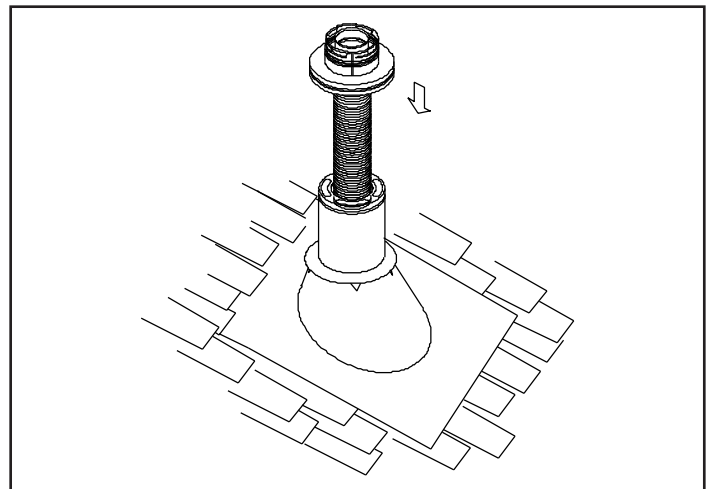

Figure 4.20
4. Placez le tuyau flexible au centre de la cheminée en l'introduisant depuis le haut et placez l'adaptateur supérieur au centre du conduit de cheminée. Percez quatre trous de 3 mm (1/8 po) dia diamètre dans l'adaptateur supérieur et dans le débouché de cheminée. Assurez-vous de percer dans le métal de la cheminée. Placez le chapeau pour vents forts sur l'adaptateur et tournez-le d'un quart de tour pour le bloquer. Voir les figures 4.20 et 4.21.